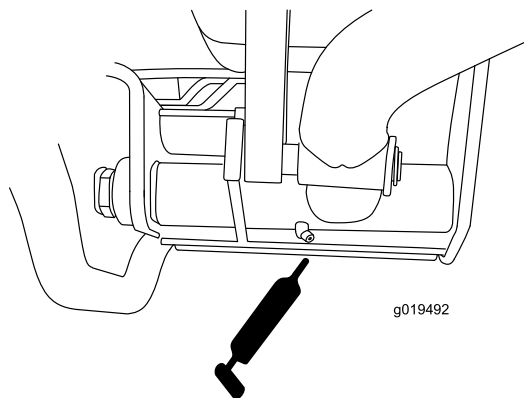

Figure 42
- Pivots de bras de levage arrière (2) (Figure 42)